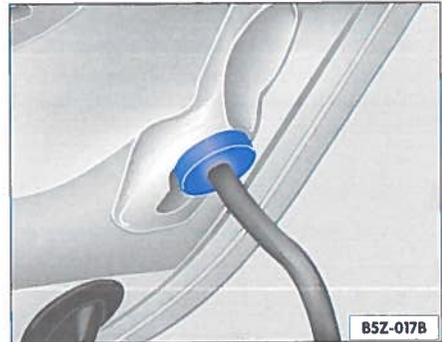

Abb. 90 Detail von der Motorraumklappe: Klappenstütze
- Nehmen Sie die Klappenstütze aus ihrer Halterung an der Karosserie und setzen Sie sie in die dafür vorgesehene Aufnahme an der Motorraumklappe ein ⇒ Abb. 90.